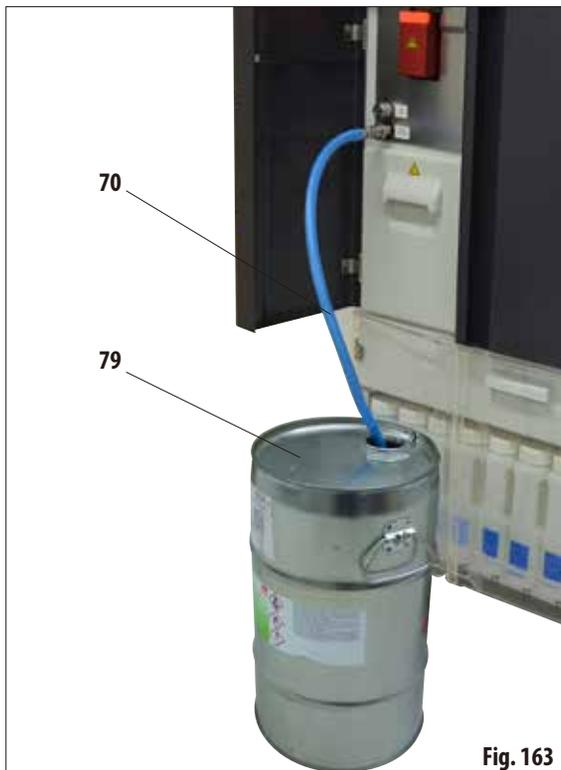

Fig. 163
- Raccorder le flexible de remplissage/vidange sans contact (70) et l'introduire conformément à la fig. 163 dans la station externe (79) (par ex. un fût métallique).